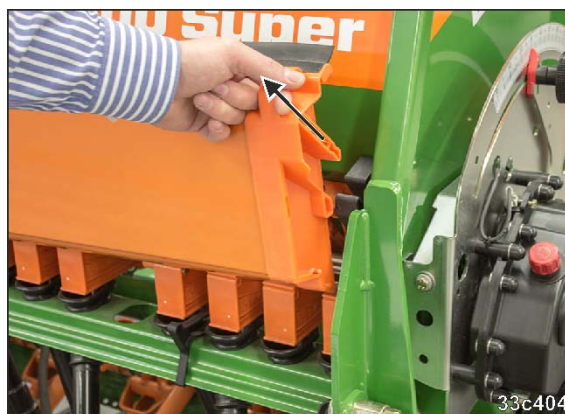

Fig. 233
1. Abdrehmulden (Fig. 233) nach oben aus der Halterung herausziehen.